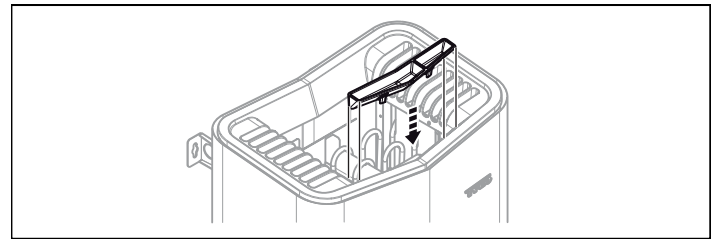

Fig 12: Montering av doftbehållare/luftfuktare
- Montera örtskål/luftfuktare (se Fig 12).